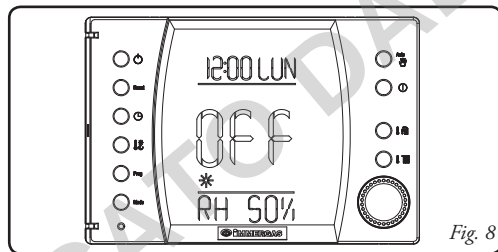

Fig. 8
- **Funzionamento in modalità stand-by.** Con il Super CAR in modalità stand-by sul display compare la scritta "OFF" (vedi fig. 8). La caldaia può funzionare solo in caso di richiesta antigelo ambiente. In questo stato viene comunque visualizzato il giorno e l'ora corrente, eventuali anomalie di funzionamento, le previsioni meteo, la percentuale di umidità presente e la temperatura ambiente.